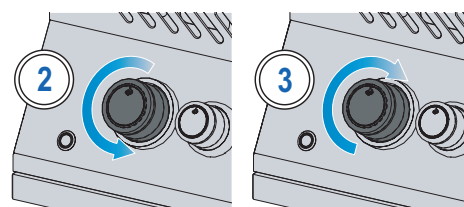

Рис. 1
5. Если горелка не загорится, поверните ручку управления горелкой по часовой стрелке в положение ВЫКЛЮЧЕНО. Подождите 5 минут. Повторите шаги 3 и 4 (Рис. 1).